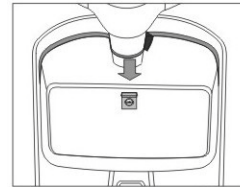

Abb. 8
- 1.2 **Schließen des Ablagefachs:** Um das Fach zu öffnen, den Schlüssel in das Schloss stecken und gegen den Uhrzeigersinn bis zum Anschlag drehen. Danach das Schloss nach unten drücken. Zum Verschließen den Deckel drücken, den Schlüssel im Uhrzeigersinn drehen und dann abziehen (Abb. 8 und 9).